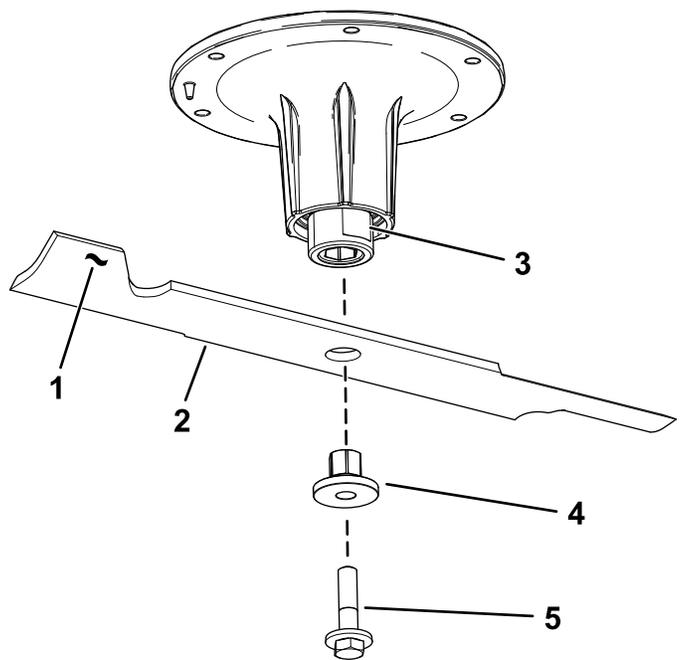

Bild 106
2. Entfernen Sie die Messerschraube, Buchse und das Messer von der Spindelwelle (Bild 106).